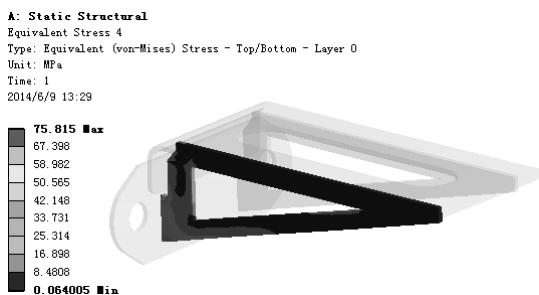

图 7.11.24 应力结果图解 (SIDE-SHEET)
(5) 查看 SIDE-SHEET 零件应力结果图解。在“Outline”窗口中选中 Equivalent Stress 4，查看图 7.11.24 所示的零件 SIDE-SHEET 的应力结果，其最小应力为 0.064005 MPa，最大应力为 75.815MPa。